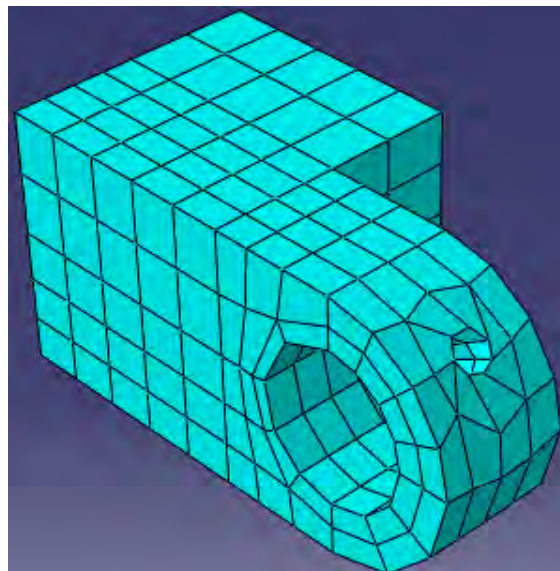

Рисунок. 7.97 - Конечно-элементная сетка части петли с отверстием
**Abaqus/CAE** построит сетку для детали (Рисунок. 7.97).